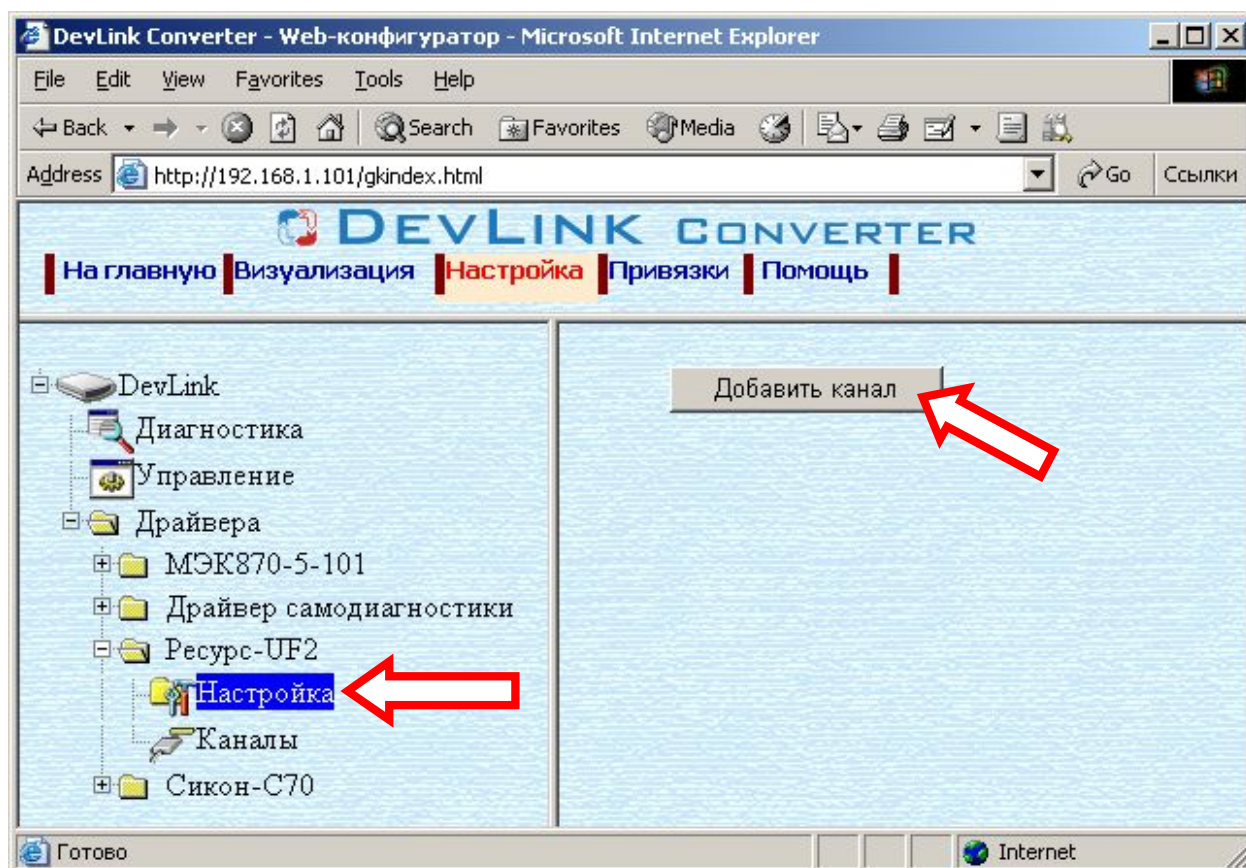

Рисунок 3.2 – Добавление канала драйвера
- Выберите в дереве объектов папку «Настройка» драйвера (рисунок 3.2)